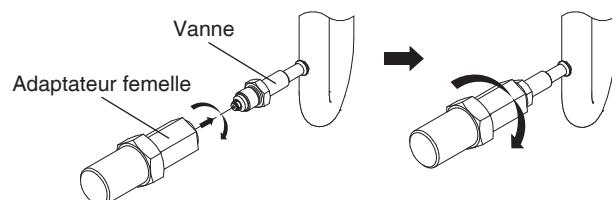

Figure 4
4. Installez l'adaptateur de sous-ensemble PRV sur l'appareil qui se trouve du côté de l'adaptateur (0151V00003) (côté femelle 7/16-20 UNF) sur le port de jauge - clapet anti-retour et serrez l'adaptateur (Figure 4). Utilisez un mastic résistant à la chaleur (alimentation locale) pour assurer une bonne étanchéité.